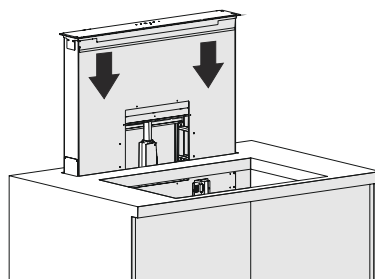

Fig. 14
4. ➤ ■ Placera nu försiktigt fläkten i det uppsågade hålet (Fig. 14).